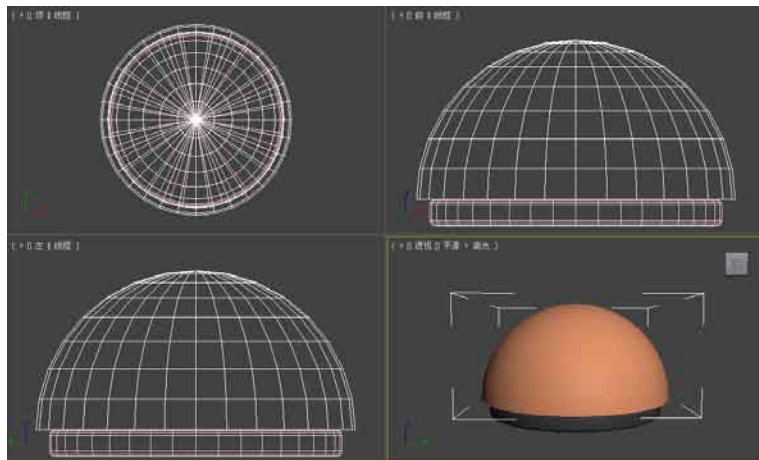

图3.15 模型的位置
- 06 将半球命名为“灯台”，使用“移动”工具在视图中将其调整至“灯座”的正上方，如图3.15所示。